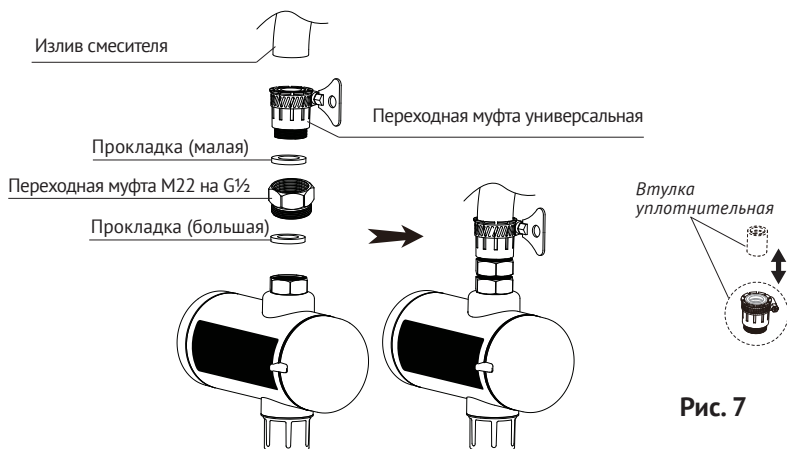

Рис. 7
3. Если излив не имеет резьбы, используйте универсальную переходную муфту. Наденьте универсальную муфту на излив и закрепите её с помощью червячного хомута. Внутри универсальной муфты находится извлекаемая уплотнительная втулка, с помощью которой можно регулировать присоединительный размер. Схема установки и порядок действий при монтаже на излив без резьбы показана на рис. 7.